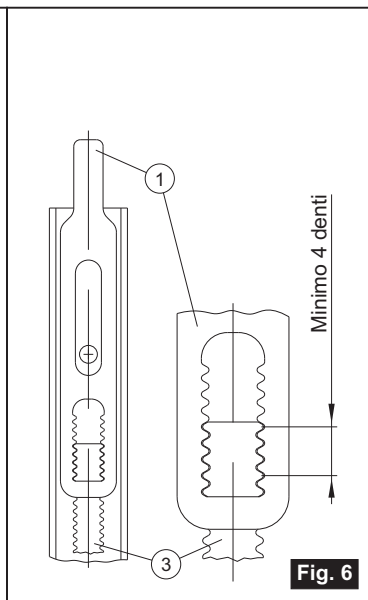

Fig. 6
- Agganciare il puntale (1) all'asta seghettata (3) considerando che almeno 4 denti dell'asta devono rimanere in presa sul puntale **Fig.6** e posizionare la relativa guida (2).
- Hook the rod end (1) to the notched rod (3); at least 4 rod teeth must remain joined to the rod end **Fig.6** place the relating guide.
- Accrochez l'embout (3) à la tige crantée; au moins 4 dents de la tige doivent rester joints à l'embout **Fig.6** placez son guide (2).
- Enganchar el puntal (1) a la varilla dentada (3) considerando que al menos 4 dientes de la varilla deben quedar sujetos sobre el puntal **Fig.6** y posicionar la relativa guía (2).